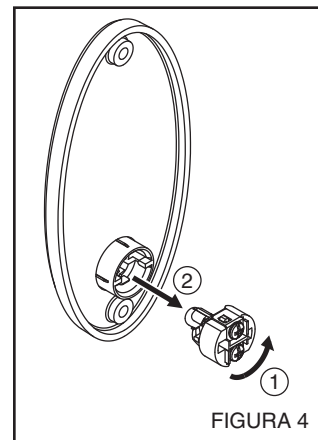

FIGURA 4
3. Retire el mecanismo del botón cableado del conjunto de botón/escudete girando el mecanismo del botón hacia la izquierda y tirando de él. (Figura 4)